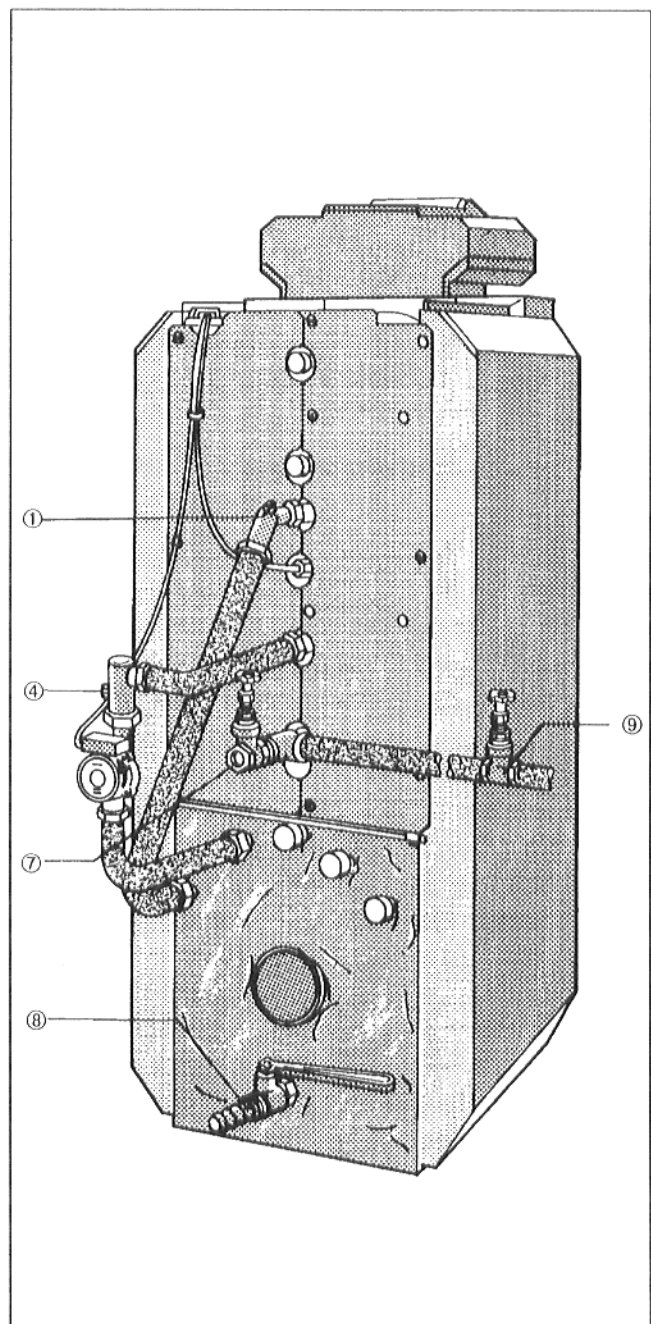

Fig. 32
- Ouvrir la vis de purge d'air ① du départ préparateur (Fig. 32).
- Ouvrir la soupape de non-retour coudée en tournant la vis de réglage ④ (fente de la vis verticale – Fig. 32).
- Ouvrir le robinet de remplissage et de vidange ⑧ et remplir l'installation jusqu'à ce que l'eau ressorte par la vis de purge d'air ①.
- Fermer la vis de purge d'air ①.
- Mettre la soupape de non-retour coudée en position de service en tournant la vis de réglage ④ (fente de la vis horizontale).
- Vérifier que la soupape de vidange ⑦ est fermée.
- Ouvrir la soupape d'arrivée d'eau froide ⑨ du réservoir du préparateur.